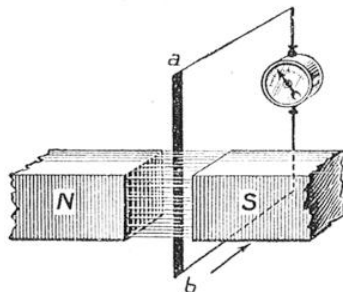
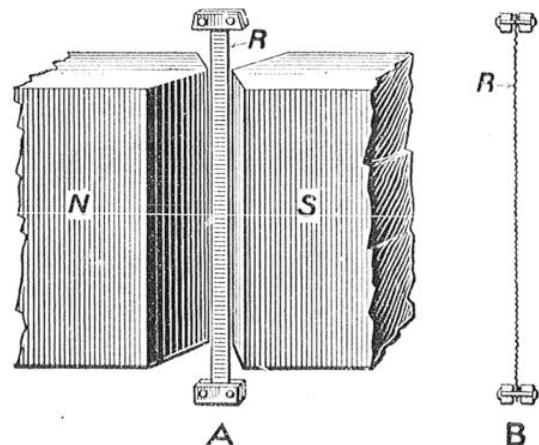

FIG. 1. — LE DÉPLACEMENT DU CONDUCTEUR *ab* DANS LE CHAMP *NS* PROVOQUE UN COURANT INDUIT, QUI EST DÉCELÉ PAR L'APPAREIL DE MESURE INSÉRÉ DANS LE CIRCUIT
FIG. 3. — DÉTAIL DU MICROPHONE A RUBAN
conducteur dès que le champ varie ou, ce qui revient au même, dès que le conducteur se déplace dans le champ (fig. 1). C'est sur ce principe élémentaire d'induction qu'est construit le microphone magnétique de Round, employé par la plupart des stations de broadcasting d'Angleterre. La description en a été donnée dans le n° 84 de *La Science et la Vie* (1). Seulement, le conducteur, dans le microphone de Round, est enroulé sur lui-même et forme une bobine. Cette bobine,
sensibilité extrême de l'ensemble rend indispensable. Le socle renferme la première lampe de l'amplificateur à résistance. Le même principe est utilisé pour la reproduction de la parole. En effet, si, dans le conducteur $a b$ de la figure 1, nous faisons passer un courant variable, il commencera à vibrer. Dans l'hypothèse où les oscillations auront une fréquence musicale et le conducteur $a b$ sera bien tendu, ce dernier émettra le son correspondant à la fréquence en question. L'appareil reproducteur est analogue au microphone décrit plus haut. La seule différence consiste dans le ruban qui est deux fois plus épais et deux fois plus large. Comme le premier, il est en aluminium légèrement gaufré (fig. 3).